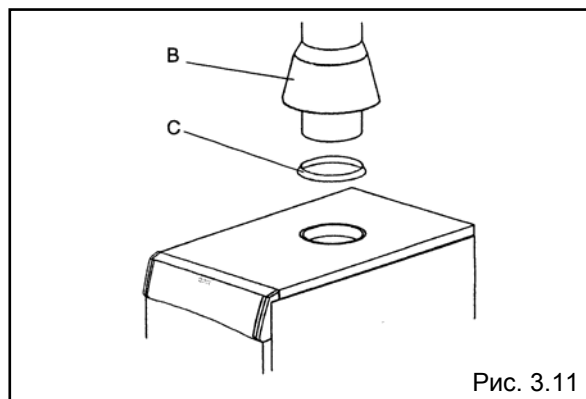

Рис. 3.11
- установите кольцо С на верхнюю поверхность облицовки, на дымоотводящий патрубок котла (рис. 3.11)
- установите антирефулер В через кольцо С в гнездо на дымоотводящем патрубке (рис. 3.11)